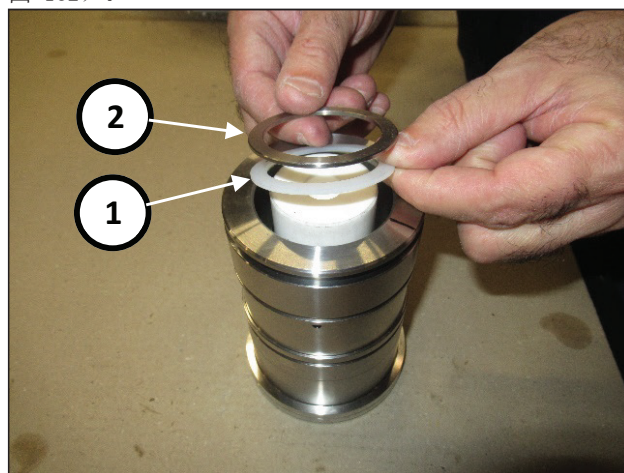

图 182
插入防挤压环(位置①, 图 182)和支撑环(位置②, 图 182)。